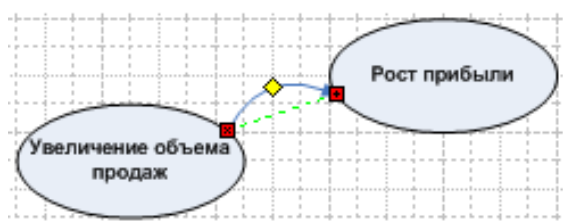

Рисунок 15 – Создание связи между целями на стратегической карте
3. При необходимости измените внешний вид стрелки, используя маркеры (рисунок 15).